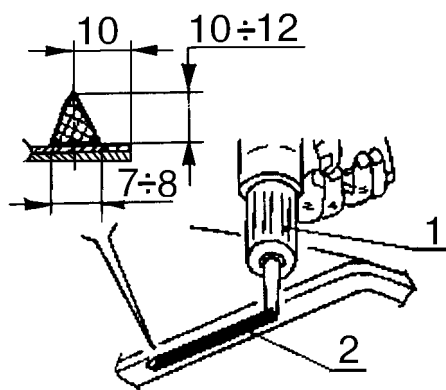

Рис. 9. Нанесение клея по проему окна:
7.3 Нанести клей на стекло равномерным, непрерывным валиком треугольного сечения высотой 10...12 мм по нанесенному праймеру, рис. 9 (линейка металлическая 300 мм).
Допускается наносить клей на фланец проема окна, рис. 9 (шприц-пистолет типа 67.7899-9502, клей полиуретановый АПК-1 производства АО "Пластик", г.Сызрань или клеевые системы фирм "Терозон", "Гурит-Эсекс", "ЕМС-Того" или "ЗМ".